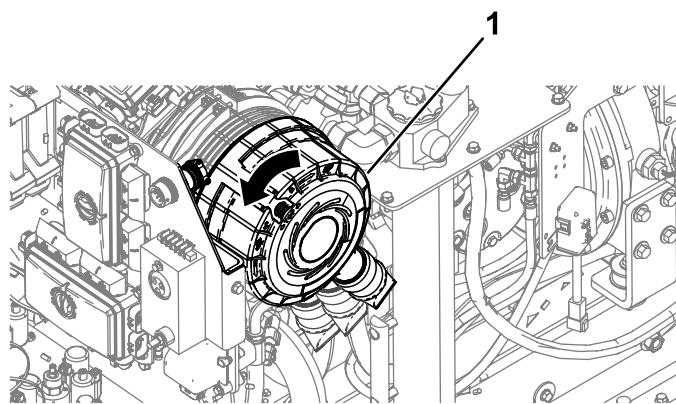

Figure 115
6. Faites pivoter le couvercle du filtre dans le sens antihoraire pour placer le capuchon antipoussière à la position 4 heures (Figure 115).
4. Faites pivoter le couvercle du filtre à air dans le sens horaire pour placer le capuchon antipoussière à la position 4 heures (Figure 115).
5. Poussez vers l'intérieur le verrou situé sur le couvercle du filtre à air jusqu'à ce qu'il soit complètement engagé (Figure 115).